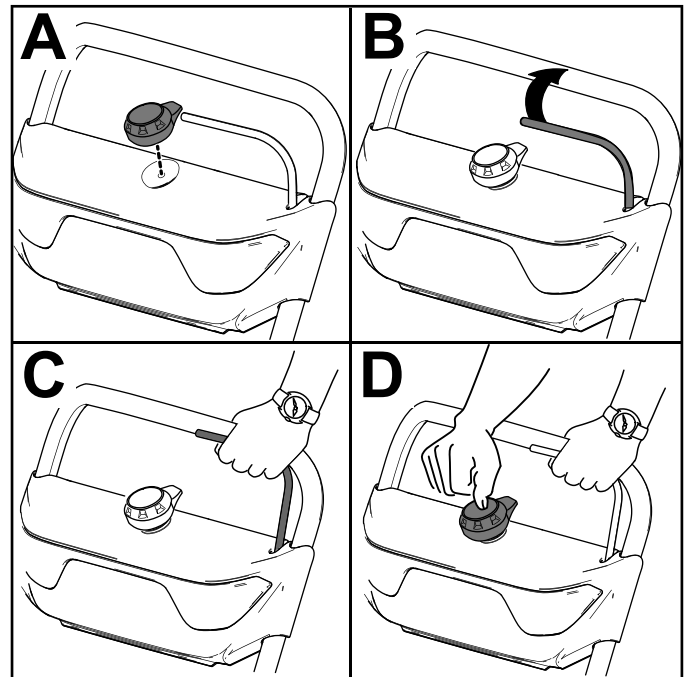

Figura 11
2. Inserte el botón de arranque eléctrico en el arrancador eléctrico (Figura 11, A).
3. Apriete la barra y sujétela contra el manillar (Figura 11, B y C).
4. Pulse el botón de arranque eléctrico hasta que el motor arranque (Figura 11, D).